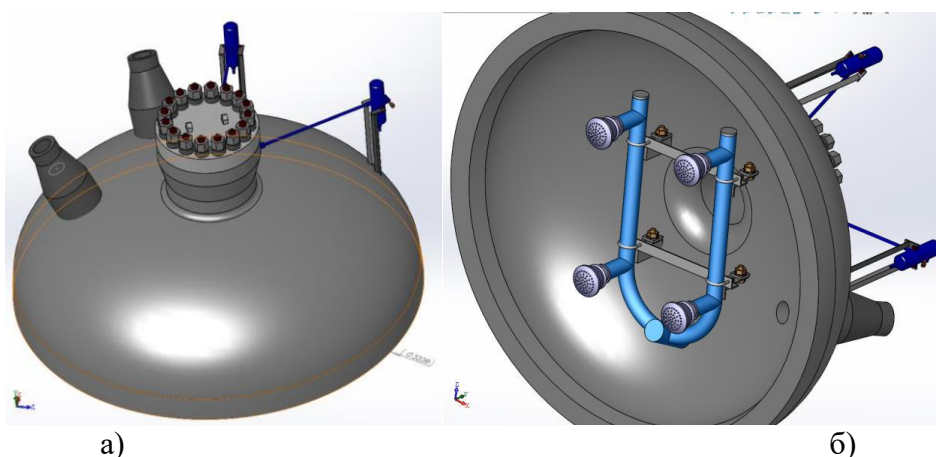

Рисунок 2.4 - Вид зверху (а), вид знизу (б) кришки компенсатора тиску
2. Кришка компенсатора тиску – містить товстостінну еліптичну кришку з внутрішньою плакіровкою з нержавіючої аустенітної сталі, систему розбризкування теплоносія, витратомірні прилади (рис. 2.4).